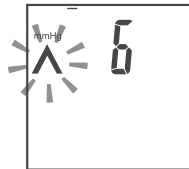

Rys.12
2. Po naciśnięciu przycisku START/STOP na wyświetlaczu zamiga symbol spuszczenia powietrza «V» i urządzenie spuści z mankietu jego resztki (rys. 12).